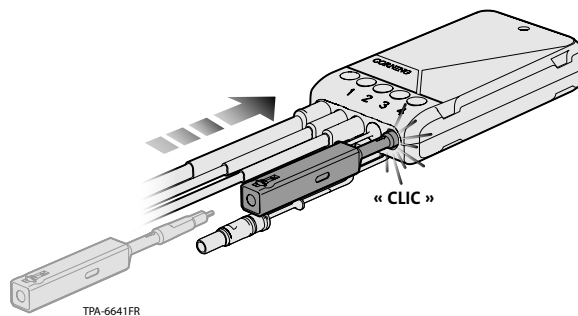

Figure 8
Étape 3: Insérer l'outil de nettoyage dans le port du terminal jusqu'à ce que l'outil arrive au fond et qu'un « CLIC » se fasse entendre (Figure 8).